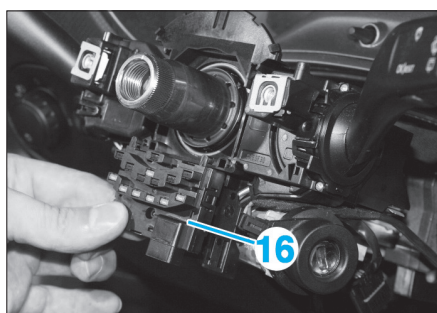

Fig. 38
- Déposer le capteur (16) d'angle de braquage du volant de direction (Fig.38).